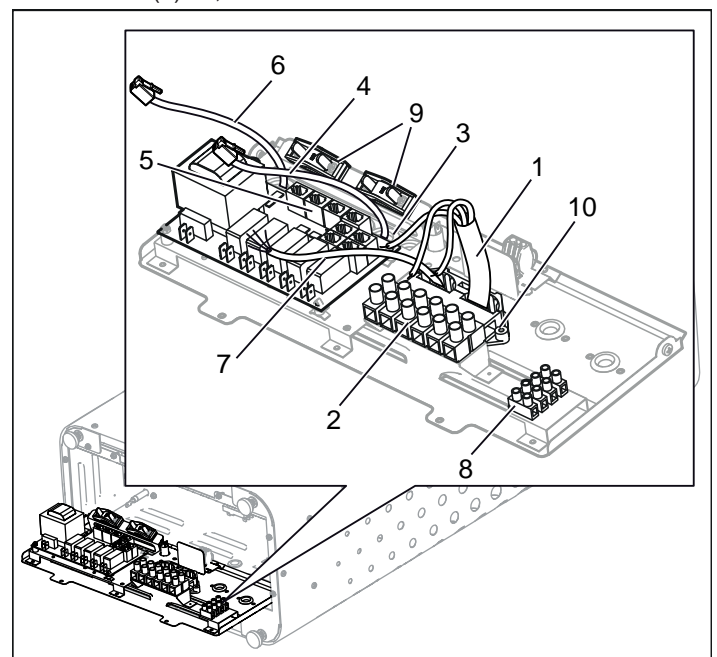
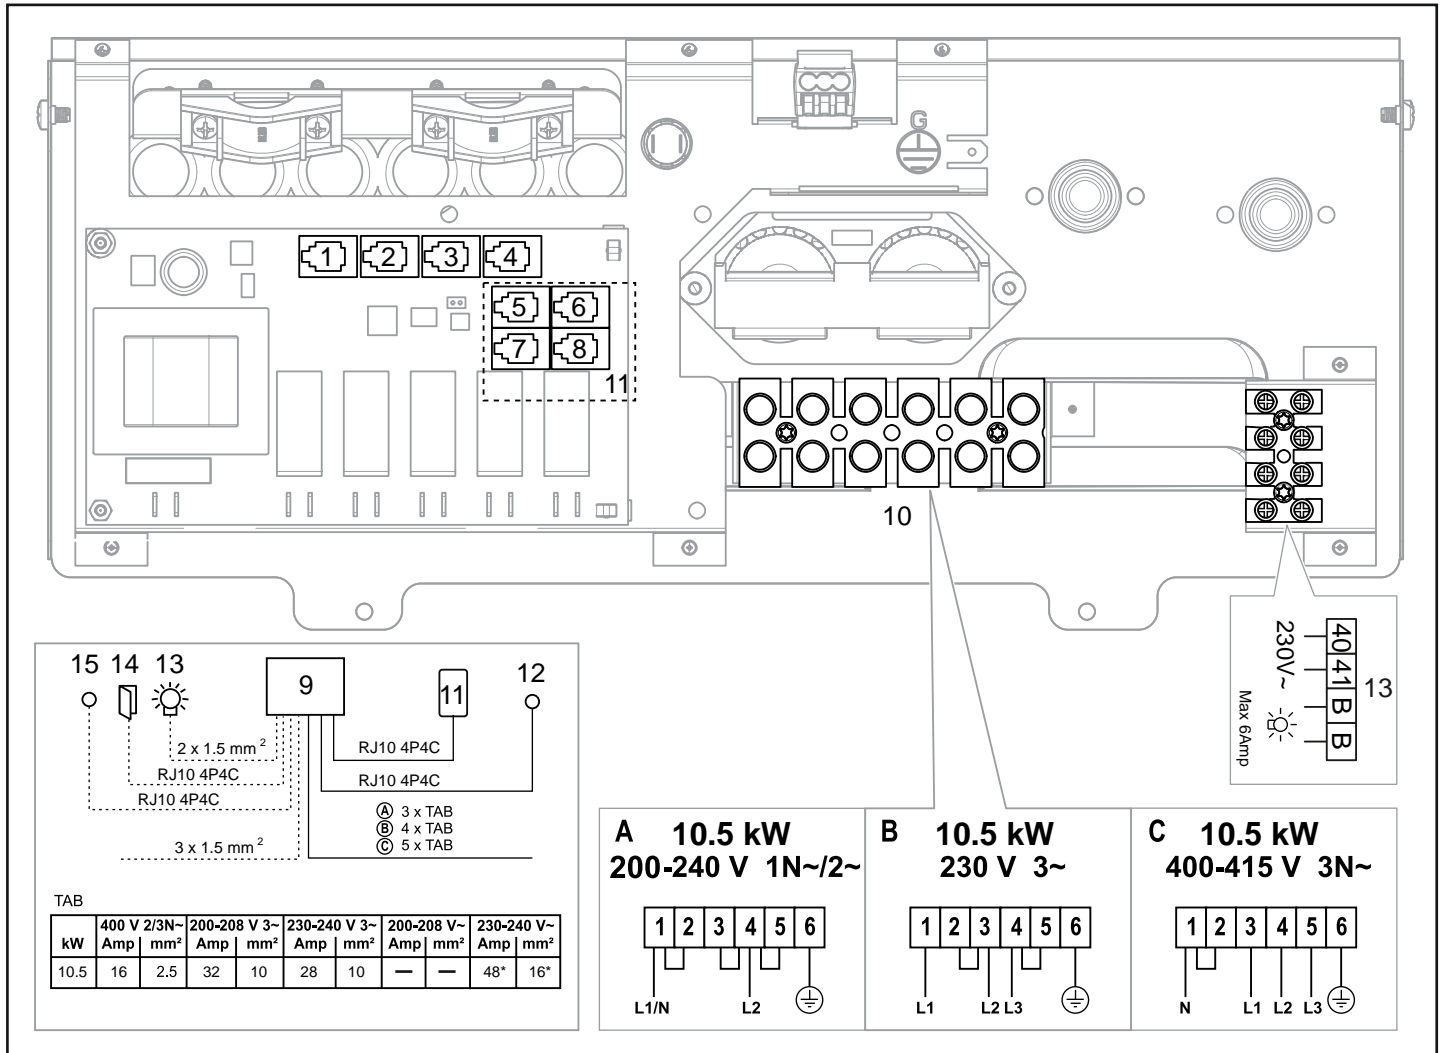

Abb. 8: Platine
Abb. 11: Schaltplan
3. Schließen Sie das Stromkabel (1) gemäß dem Schaltplan, siehe Abschnitt „Anschluss/Schaltplan“, Seite 17, an die Klemme (2) an, siehe Abb. 8.
4. Ziehen Sie die Kabel für die Steuerung und den Temperatursensor durch die Kabeldurchführungen (3). Schließen Sie das Kabel (4) der Steuerung gemäß dem Schaltplan, siehe Abschnitt „Anschluss/Schaltplan“, Seite 17, an eine der vier RS485-Buchsen (Position 5-8) (5) an, siehe Abb. 8.
5. Schließen Sie das Kabel (6) des Sensors gemäß dem Schaltplan, siehe Abschnitt „Anschluss/Schaltplan“, Seite 5, an die NTC-Buchse der Platine (Position 1) (5) an, siehe Abschnitt „Anschluss/Schaltplan“, Seite 17.
6. Schließen Sie gegebenenfalls das Kabel für die Beleuchtung (7), siehe Abb. 8, Seite 15, gemäß dem Schaltplan, siehe Abb. 11, Seite 17, an die Klemme (8) an.
Bei Anschluss an Spannungen oder Phasen, die nicht im Schaltplan Abb. 11, Seite 17 verzeichnet sind, wenden Sie sich an den Tylö-Kundenservice.